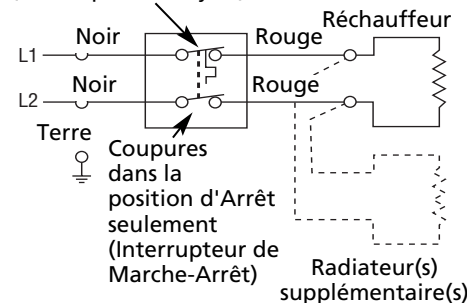

Figure 13 – 3UG32D Raccords de câblage du thermostat
4. Raccorder le thermostat à la plinthe chauffante et le câblage d'alimentation selon les indications du schéma de câblage (Figure 13) en utilisant les tailles de coins à câbles qui conviennent, figurant dans la liste.